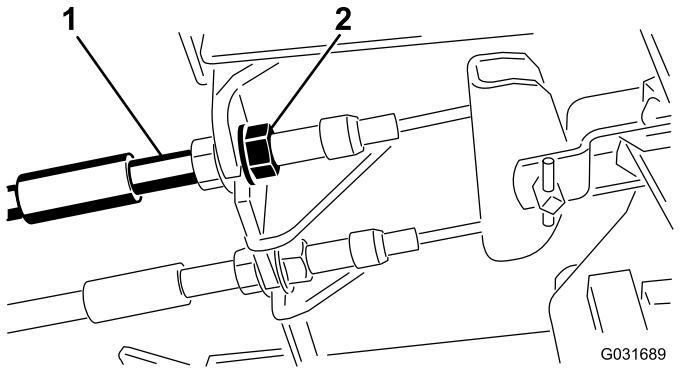

Bild 54
- Ziehen Sie zum Reduzieren des Spiels der Bremspedale die Bremsen fester – lockern Sie dazu die vordere Mutter am Gewindeende des Bremszugs (Bild 54).